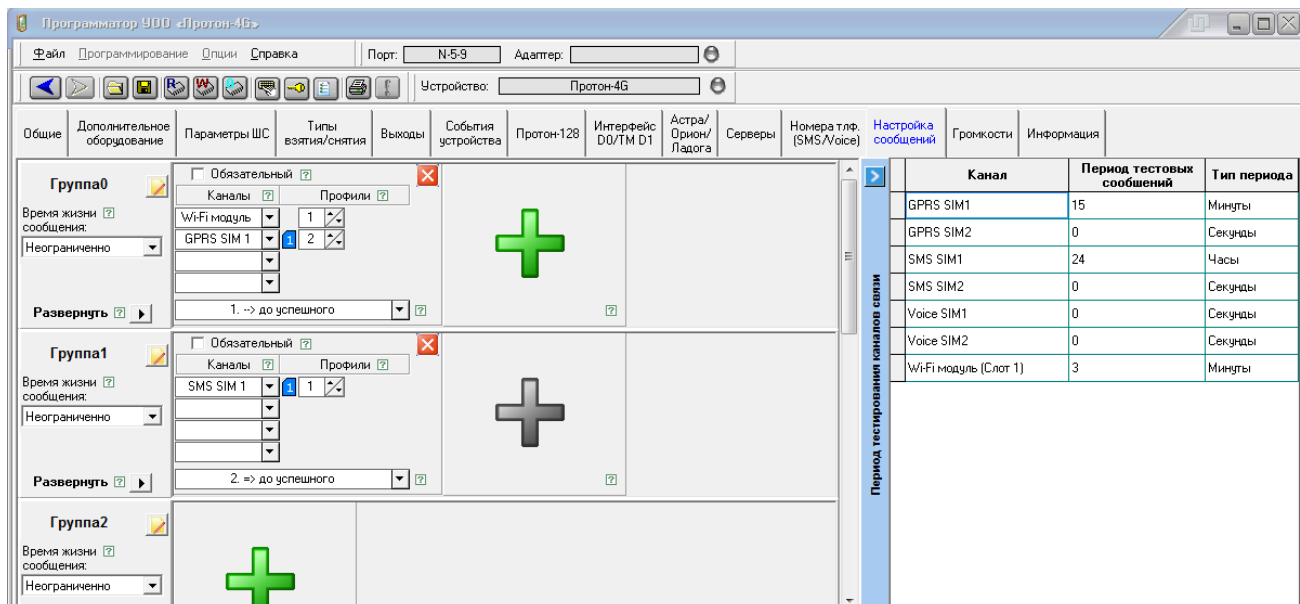

Рисунок 3.68
**Настройка периода контроля каналов связи** производится на боковой вкладке, рисунок 3.63а. С заданным периодом формируется сообщение, которое используется как тест различных (всех доступных) каналов передачи информации (для УОО «Протон-4K/G», «Протон-4М» только для GSM-канала). Это сообщение отправляется при наличии флажка на вкладке «Настройка сообщений/Служебные сообщения/Тест канала связи» (рисунок 3.68).